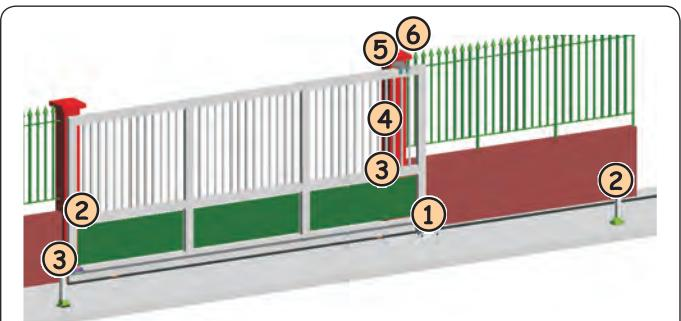

Fig. 3
5. Predisporre i cavi elettrici per il collegamento con gli accessori e l'alimentazione elettrica come da Fig. 3.
Seguendo le indicazioni di Fig. 3 predisporre i cavi nelle canalizzazioni ed effettuare i collegamenti elettrici con gli accessori prescelti.